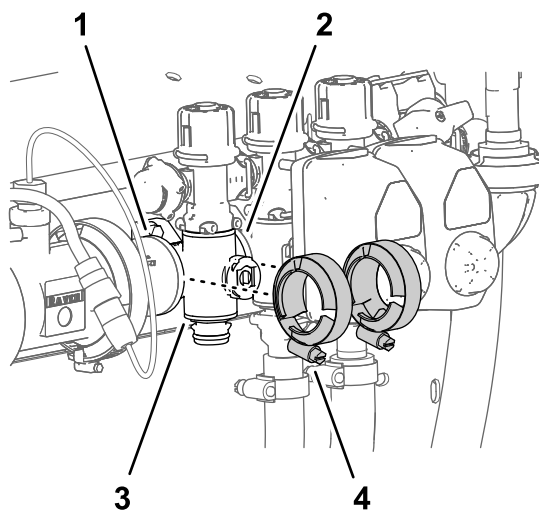

图 117
- 取下将喷洒臂段歧管阀固定至相邻组件法兰上的 2 个法兰夹具图 117。